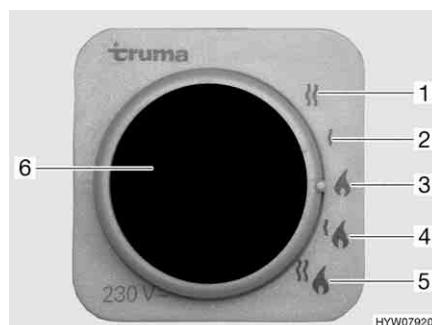

Fig. 132 Selettore di energia per riscaldamento/boiler
- Funzionamento a gas (Fig. 132,3)
- Funzionamento elettrico a 230 V con gradi di potenza da 900 W (Fig. 132,2) oppure 1800 W (Fig. 132,1)
- Funzionamento a gas e funzionamento elettrico a 230 V (funzionamento misto) con gradi di potenza da 900 W (Fig. 132,4) oppure 1800 W (Fig. 132,5)
Se viene selezionato il funzionamento elettrico a 230 V, la spia gialla di controllo si accende (Fig. 132,6).